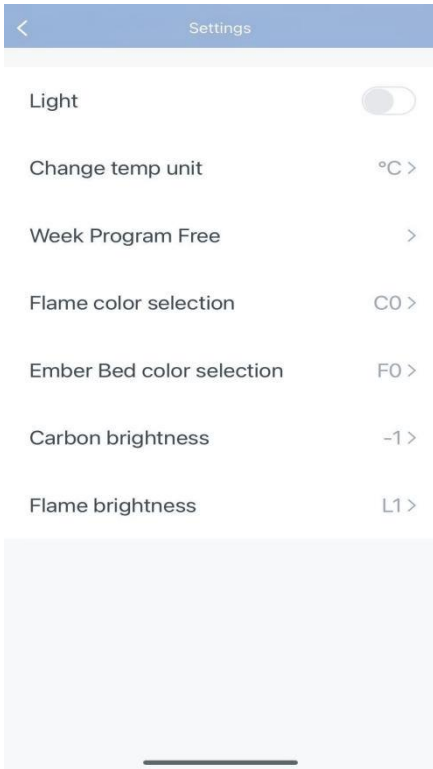

Abb. 9
- Diese findest du wie dargestellt in Abbildung 9.